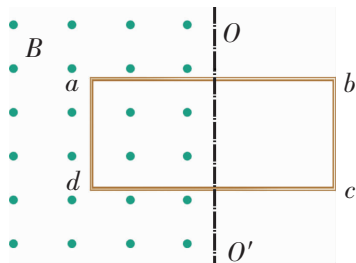

图 1-3-7
1. 如图 1-3-7 所示， $OO'$  是矩形导线框  $abcd$  的对称轴，其左方有匀强磁场。以下哪些情况下，线框  $abcd$  中有感应电流产生？方向如何？